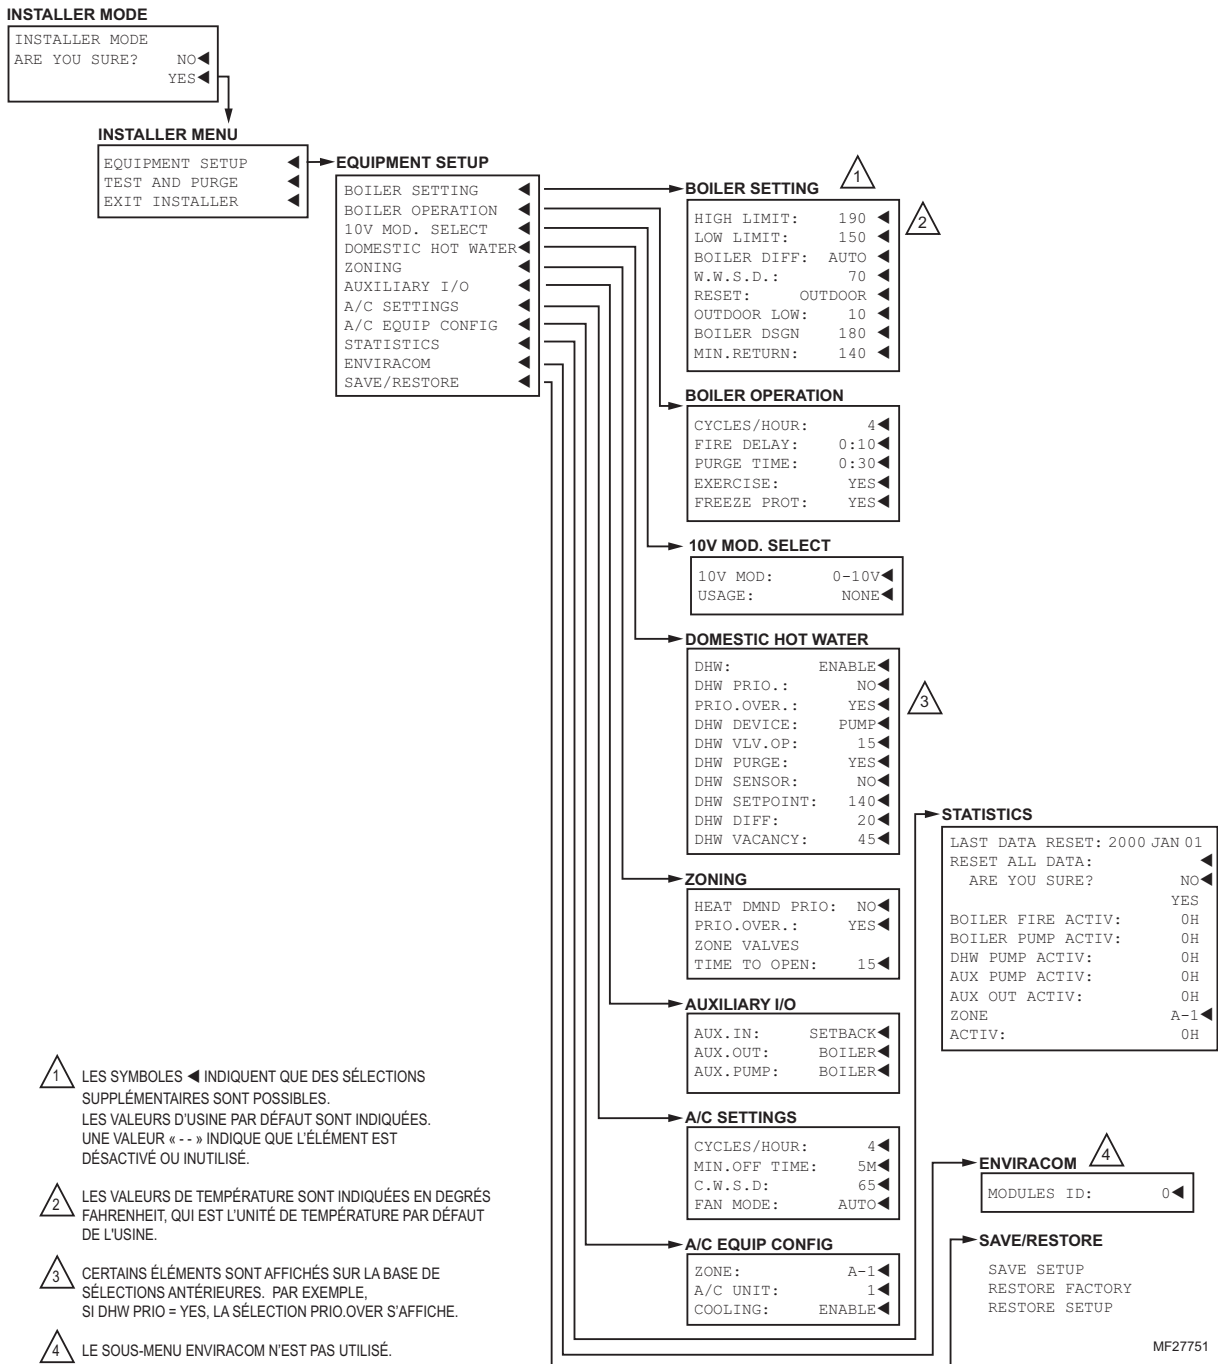

Fig. 25. Structure du menu Installateur. – Configuration d'équipement.
- Menu Installateur (voir Fig. 25 à la page 43)
Pour afficher le menu Installateur, allez à la page d'accueil, appuyez sur le bouton OK pendant 3 secondes jusqu'à ce que le message INSTALLER MODE – ARE YOU SURE? (mode installateur - êtes-vous sûr ?) s'affiche. Sélectionnez YES (oui) et appuyez sur le bouton OK. Les Fig. 25 et 26 illustrent toutes les sélections possibles du menu Installateur.